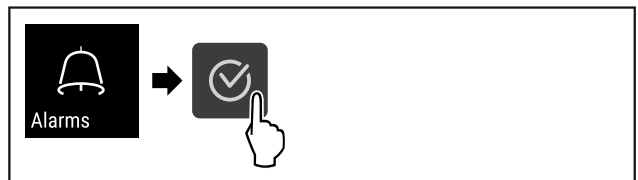

Fig. 117
- ▷ Hajtsa végre a művelet lépéseit (lásd Fig. 117).